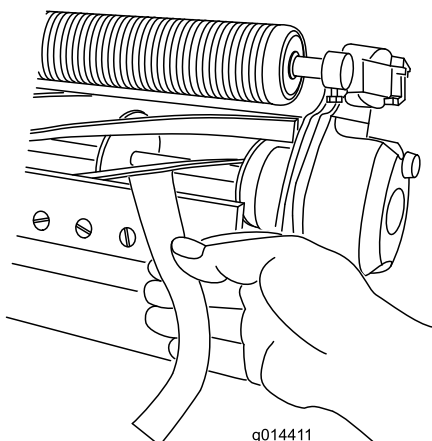

Figure 5
3. À une extrémité du cylindre, insérez une longue bande de papier journal entre le cylindre et la contre-lame (Figure 5). Tout en tournant lentement le cylindre en avant, tournez la vis de réglage de la barre d'appui dans le sens horaire (du même côté du cylindre), un cran à la fois, jusqu'à ce que le papier soit pincé légèrement lorsque vous l'introduisez par l'avant, parallèle à la contre-lame. Vous devriez sentir une légère résistance lorsque vous tirez sur le papier.
5. Vérifiez ensuite si le cylindre peut saisir le morceau de papier inséré par l'avant et le couper lorsqu'il est inséré perpendiculairement à la contre-lame (Figure 5).